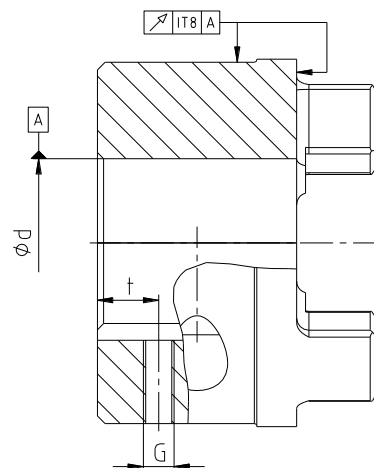

Figura 9: concentricità ed eccentricità assiale
- Per la realizzazione del foro del mozzo da parte del cliente si deve assicurare la concentricità ed eccentricità assiale (vedi figura 9).